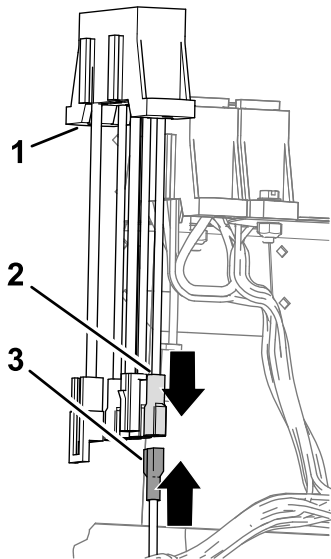

Figure 22
- 1. Branchez le connecteur à lame du faisceau du kit de finition au connecteur à douille du porte-fusibles auxiliaire (Figure 22).